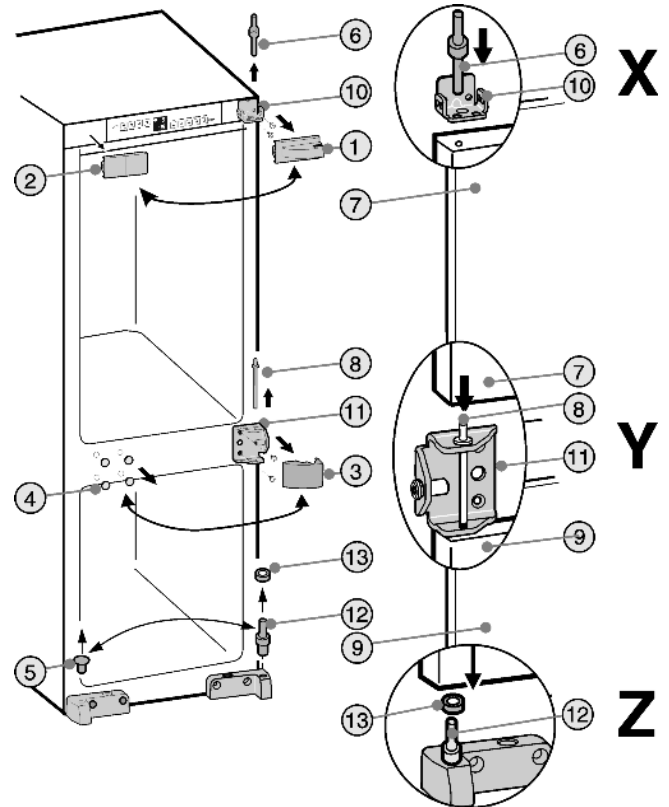

Fig. 3
- ▶ Desmonte las piezas de cubierta Fig. 3 (1,2,3,4,5).
- ▶ Extraiga el pasador del cojinete superior Fig. 3 (6) de la puerta del frigorífico Fig. 3 (7).
- ▶ Bascule la puerta del frigorífico Fig. 3 (7) ligeramente hacia delante y elévela.
- ▶ Desatornille el centro del pasador del cojinete Fig. 3 (8).
- ▶ Desmonte la puerta del congelador Fig. 3 (9).
- ▶ Desatornille la parte superior Fig. 3 (10) y el centro del pasador del cojinete Fig. 3 (11) y, en la parte opuesta, vuelva a atornillar con los mismos tornillos.
- ▶ Reinstale la parte inferior del pasador del cojinete Fig. 3 (12) con una arandela Fig. 3 (13).
- ▶ Coloque la parte inferior de la puerta del congelador en el pasador del cojinete Fig. 3 (12) y la arandela Fig. 3 (13). **Detalle Z**
- ▶ Introduzca el centro del pasador de cojinete Fig. 3 (8) por el centro del soporte Fig. 3 (11) del cojinete de la puerta y atorníllelo firmemente. **Detalle Y**
- ▶ Instale la puerta del frigorífico en el centro del pasador de cojinete Fig. 3 (8). **Detalle Y**
- ▶ Introduzca la parte superior del pasador de cojinete Fig. 3 (6) a través del orificio exterior del soporte Fig. 3 (10) del cojinete de la puerta del frigorífico Fig. 3 (7) y atornille firmemente. **Detalle X**
- ▶ Vuelva a montar las piezas cubierta Fig. 3 (1,2,3,4,5) en la parte opuesta girándolas 180°.